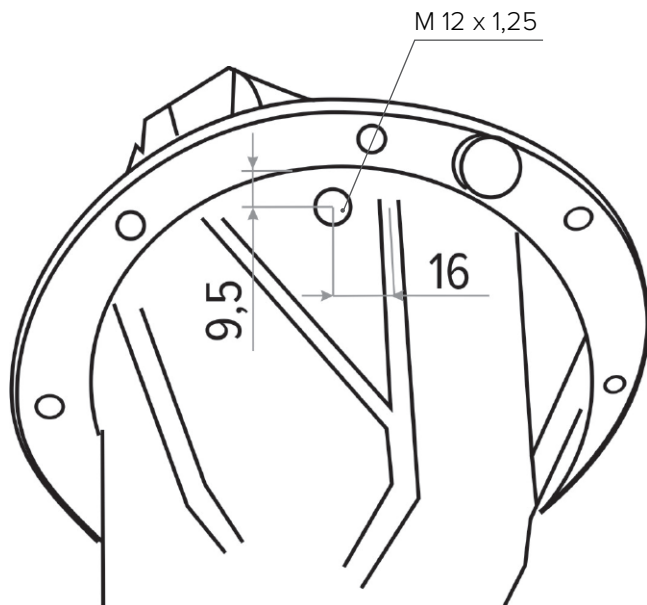

Рис. 2
1. Просверлите в картере моста сквозное отверстие сверлом  $\varnothing 10,7..10,8$  мм (см. раздел Инструменты) на расстоянии не менее 9,5 мм от края фланца и 16 мм от края технологического прилива (Рис. 2). Нарезьте резьбу метчиком M12x1,25 (см. раздел Инструменты).